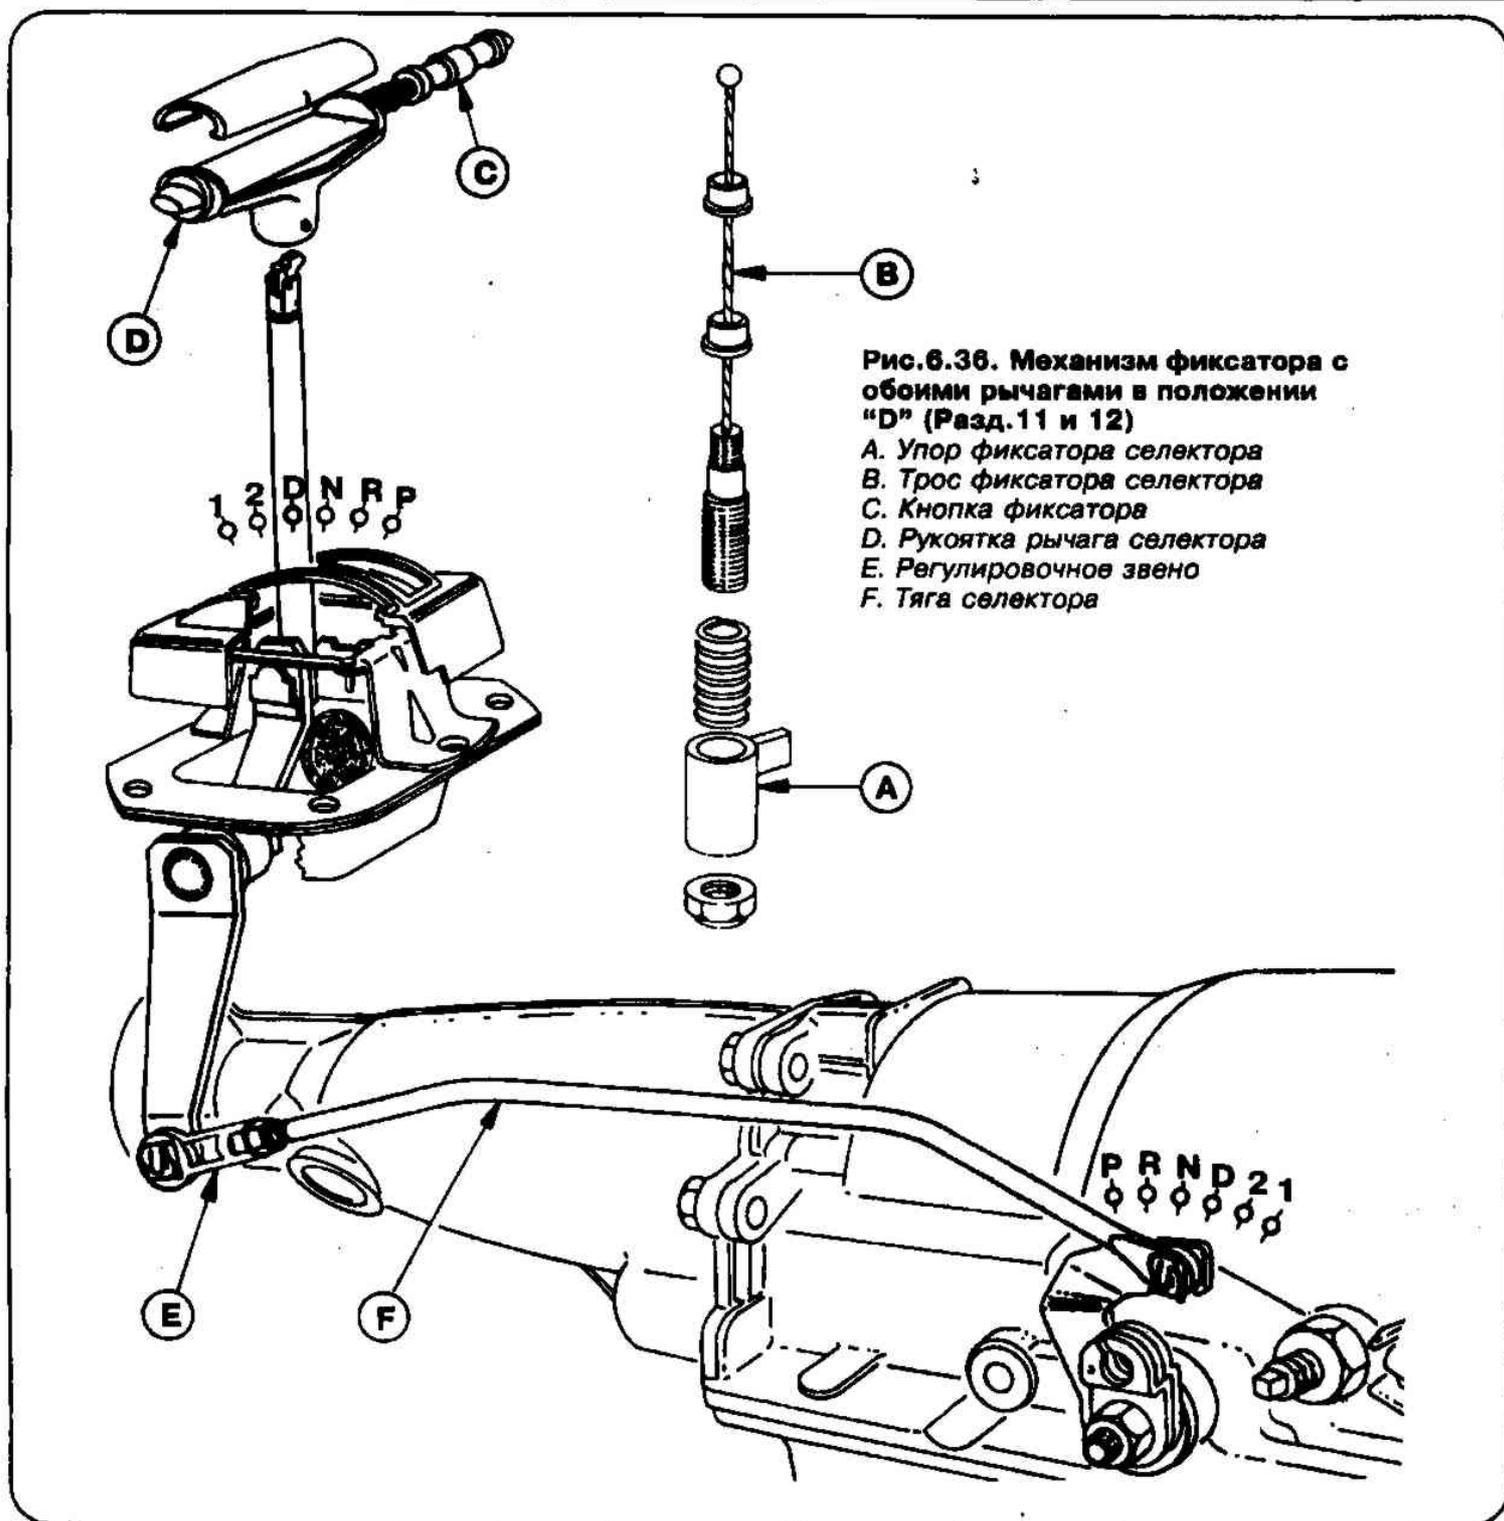

Рис.6.36. Механизм фиксатора с обоими рычагами в положении "D" (Разд.11 и 12)
11 МЕХАНИЗМ СЕЛЕКТОРА АВТОМАТИЧЕСКОЙ ТРАНСМИССИИ — СНЯТИЕ, ПЕРЕБОРКА И УСТАНОВКА — РИС. 6.36
что винт с внутренним шестигранником ввинчивается в Т-образную рукоятку спереди, так, чтобы кнопка была обращена к водителю (Рис.6.36).
4. Установив рычаг переключения скоростей на трансмиссии и рычаг ручного селектора в положение "D", отрегулируйте длину тяги селектора таким образом, чтобы ее можно было подсоединить без натяга (Рис.6.36).